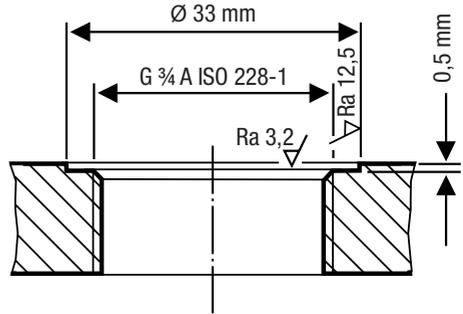
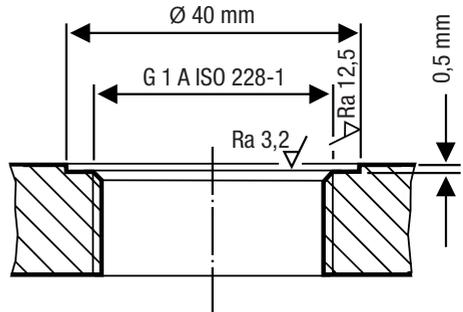

Fig. 10
Fig. 11
- Achten Sie auf eine einwandfreie technische Bearbeitung der Dichtflächen des jeweiligen Behältergewindestutzens oder Flanschdeckels, siehe Fig. 10 und Fig. 11.
Die Dichtflächen müssen gemäß Fig. 10 und Fig. 11 technisch einwandfrei bearbeitet sein.